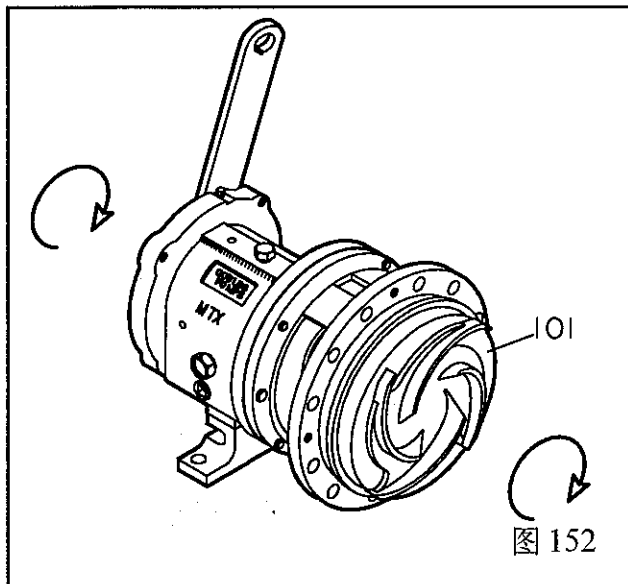

图 152
5. 把卡轴扳手和键放到轴上，当叶轮(101)与轴套(126)牢固接触后，从工作台上抬起轴扳手（反时针方向：从叶轮端方向看）再使劲放下（顺时针方向：从叶轮向轴端方向看）有力地敲击几下使叶轮(101)旋紧(图152)。